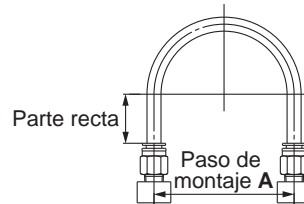

Fig. 1 Conexionado recomendado
1. Cuando se conectan las tuberías a la conexión instantánea, use una longitud de conexionado con suficiente margen, conforme a las condiciones de conexionado mostradas en la Fig. 1.